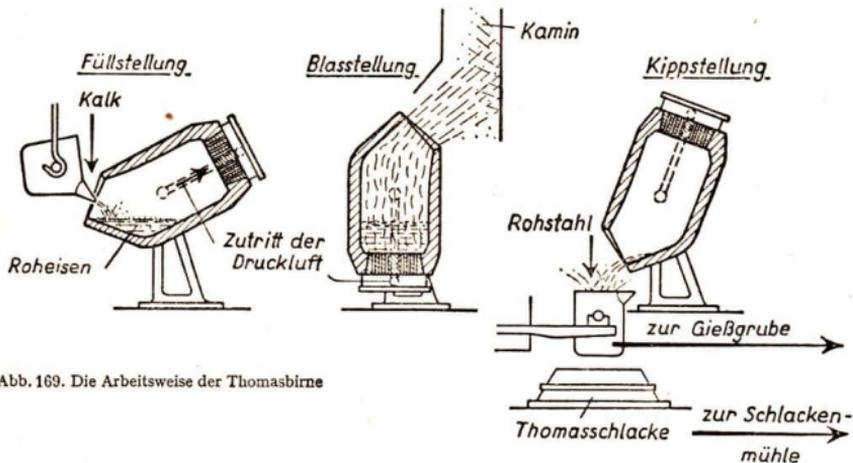

Abb. 169. Die Arbeitsweise der Thomasbirne
**[549] Der Vorgang des Windfrischens im Thomasstahlprozeß.** Die Konverter sind 8 m hohe, um eine waagrechte Achse kippbare Gefäße, deren Böden von etwa 250 Düsen durchbrochen sind. Durch diese Düsen wird Preßluft in das Roheisen geblasen. Man füllt die liegende Birne (Abb. 169 links und 170 rechts) nur so weit, daß das flüssige Roheisen nicht in die Düsen gelangt. Beim Aufrichten des Konverters strömt sofort Preßluft durch den Drehzapfen der Birne in den Düsenboden ein; das Blasen beginnt. Brausend fegt nun der Wind durch das flüssige Roheisen. Mit gewaltigem
Getöse bricht eine Dampf- und Feuergarbe aus der Mündung des Konverters hervor und schleudert einen sprühenden Funkenregen aus Schlackenteilchen und glühenden Eisenteilchen in den Kamin (Abb. 169 Mitte). Zunächst verbrennen Silizium und Mangan, dann Kohlenstoff und zuletzt der Phosphor des Roheisens unter Bildung ihrer Oxyde. Nach etwa 20 Minu-
ten ist das Windfrischen beendet. Das Eisen ist völlig entkohlt. Der Konverter wird gekippt (Abbildung 170 Mitte), der Wind abgestellt und die Schlacke abgegossen. Je nach der gewünschten Zusammensetzung des Stahles muß nunmehr wieder Spiegeleisen oder Ferromangan zugesetzt werden. Es handelt sich bei ihnen um Weißeisen mit hohem Mangengehalt, das zur Rückkohlung des Stahles auf einen bestimmten Prozentgehalt an Kohlenstoff dient. Nach nochmaligem kurzem Anblasen wird der fertige Stahl in die Pfannen der Gießwagen entleert (Abb. 169 rechts, 170 links) und in der Gießhalle in gußeiserne Formen, die Kokillen1), gegossen (Abb. 171). Die noch glühenden Gußstahlblöcke werden ins Walzwerk oder in die Schmiede gebracht, wo sie in ihrer eigenen Hitze ausgewalzt bzw. ausgeschmiedet werden.